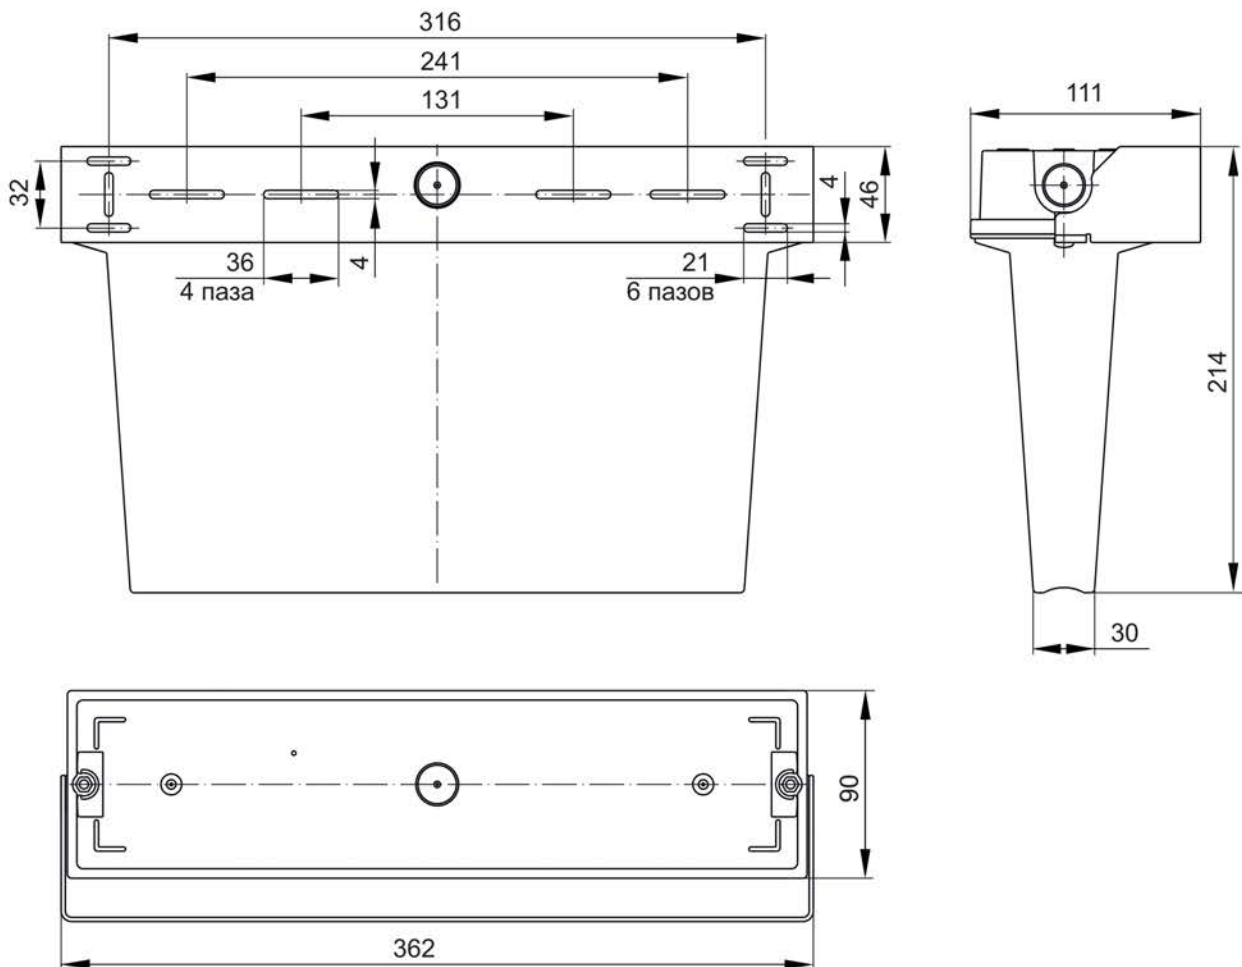

Рисунок 2 – ССА5043-1; ССА5043-3
4.4.3 Светильники ССА 5043-1, ССА 5043-3 монтируются на стену и закрепляются через монтажные отверстия (рисунок 2) при помощи винтов и дюбелей (входящих в комплект поставки).